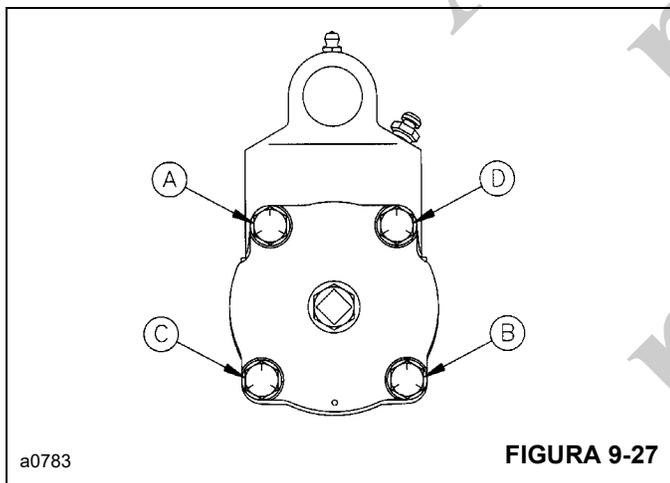

FIGURA 9-27
10. Solte, mas não remova, os quatro parafusos **1**. Solte os parafusos uniformemente na ordem **A, B, C** e **D** (Figura 9-27) até a pré-carga da mola ser liberada.
29. Instale a nova junta de vedação **23**, a tampa **3**, as arruelas de pressão **2** e os parafusos **1**. Aperte os parafusos uniformemente na ordem **A**, **B**, **C** e **D**, Figura 9-27. Quando instalados, aperte cada parafuso com um torque de 29,8 a 36,6 Nm (22 a 27 lb-pé).
9. Solte, mas não remova, os quatro parafusos **1**. Solte os parafusos uniformemente na ordem **A**, **B**, **C** e **D** (Figura 9-27) até a pré-carga da mola ser liberada.
25. Instale a nova junta de vedação **23**, a tampa **3**, as arruelas de pressão **2** e os parafusos **1**. Aperte os parafusos uniformemente na ordem **A**, **B**, **C** e **D**, Figura 9-27. Quando instalados, aperte cada parafuso com um torque de 29,8 a 36,6 Nm (22 a 27 lb-pé).